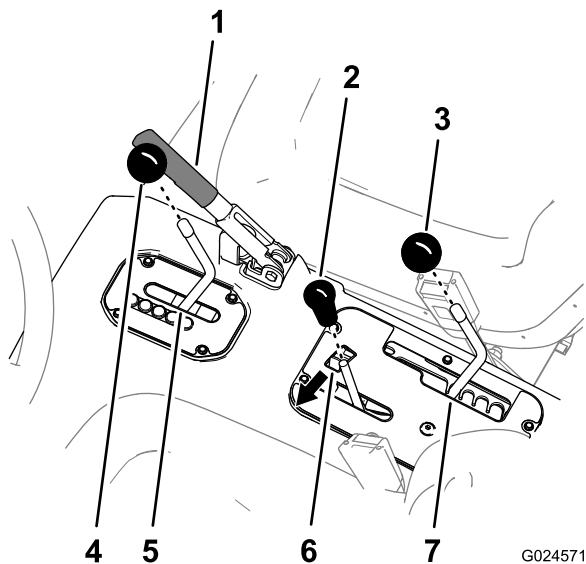

Figura 7
1. Certifique-se de que o travão de estacionamento está acionado (Figura 7).
2. Mova a alavanca de transmissão para a posição L (baixo para a frente) (Figura 7).
3. Mova a alavanca de velocidade para a posição A (gama alta) (Figura 7).
4. Mova a alavanca de elevação hidráulica para elevar a posição da plataforma e ative o bloqueio da elevação hidráulica (Figura 7).
5. Retire todos os manipuladores das alavancas da consola e da alavanca da transmissão rodando os manipuladores para a esquerda (Figura 7).